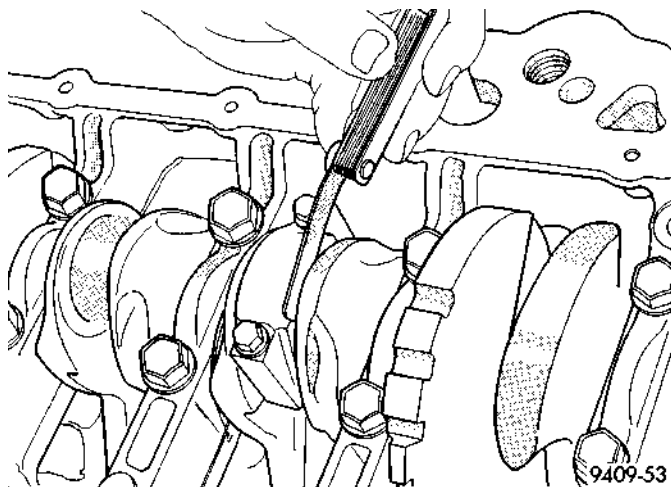

Fig. 9 Verificación de la holgura lateral de las bielas
(2) Antes de instalar los pernos **NUEVOS**, deben engrasarse las roscas con aceite limpio de motor.
(3) Instale cada perno apretándolo a mano en forma alternada, para ensamblar en forma adecuada la tapa.
(4) Apriete los pernos con una torsión de 27 N·m MAS 1/4 de vuelta (20 lbs. pie MAS 1/4 de vuelta) **No utilice una llave de tensión para el último paso.**
(5) Con un calibrador de espesor, verifique la holgura lateral de la biela (Fig. 9). Consulte las especificaciones de las bielas (Fig. 10).